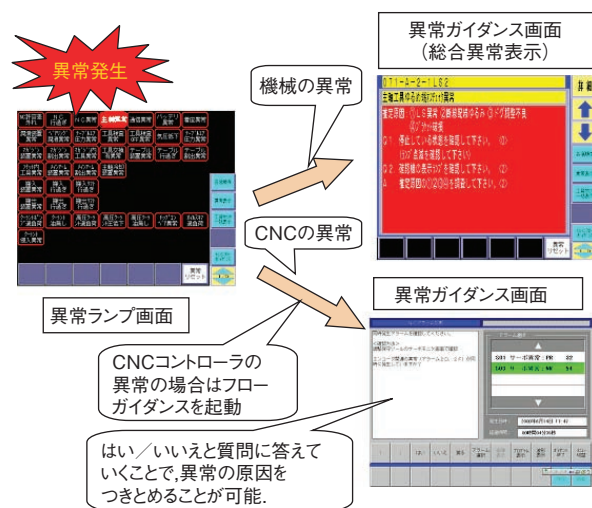

図4 異常ガイダンスと異常フローガイダンス
- 1) 異常発生時に原因究明のための詳細情報を表示する異常ガイダンス機能と、対話形式の診断により短時間で原因の特定を行うことが可能な異常フローガイダンス機能をCNCに組み込み、MTTRの短縮を実現している(図4)。